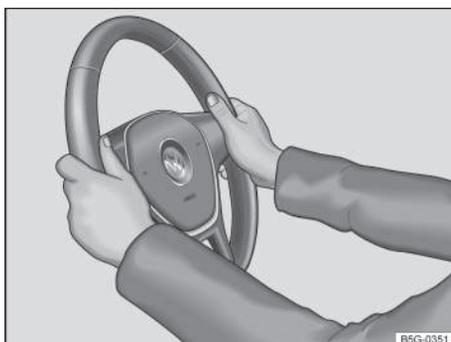

Fig. 55 En el volante: posición equivalente a las 9 y las 3 horas.
2. Ajuste el volante de forma que pueda sujetarlo con ambas manos por los lados, por su parte exterior, en la posición equivalente a las 9 y las 3 horas → fig. 55 con los brazos ligeramente flexionados.